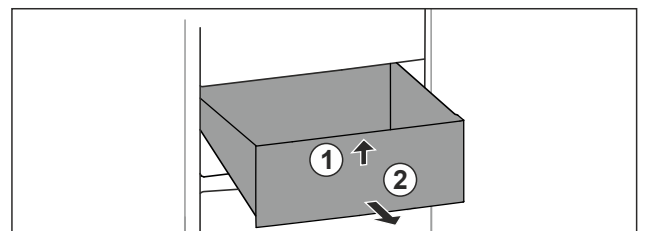

Fig. 68
- Повдигнете чекмеджето отпред. Fig. 68 (1)
► Извадете чекмеджето напред. Fig. 68 (2)